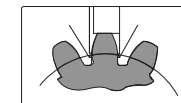

Fig.3
---Mova o paquímetro para que a mandíbula horizontal do vernier entre em contato com o lado esquerdo da engrenagem medida. Gire a roda de ajuste fino para mover a mandíbula e fazer com que a outra mandíbula entre em contato com o lado direito (Fig. 3), aperte o parafuso de fixação, retire o paquímetro e obtenha a espessura da corda.